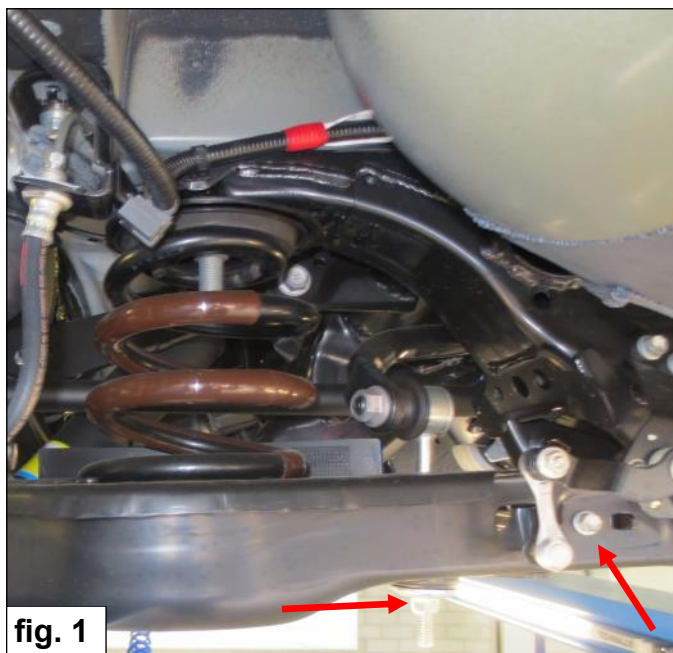

fig. 1
1. Demontieren Sie die Befestigung der Stabilisatorstange zu den Tragarm und wenn vorhanden, die Halterung des Sensors auf der linken Tragarm . Siehe Fig. 1.